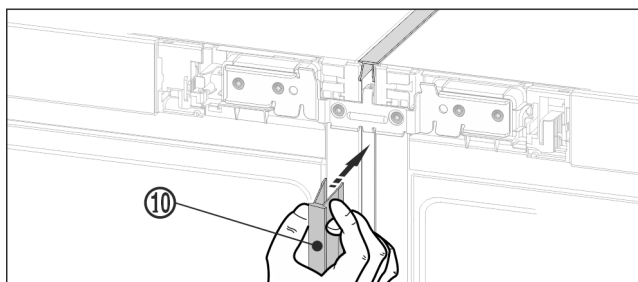

Fig. 21
- ▶ Presione la cinta de cubierta Fig. 21 (10) corta en el espacio vertical. Asegúrese de que la cinta se encuentre en la placa de conexión.